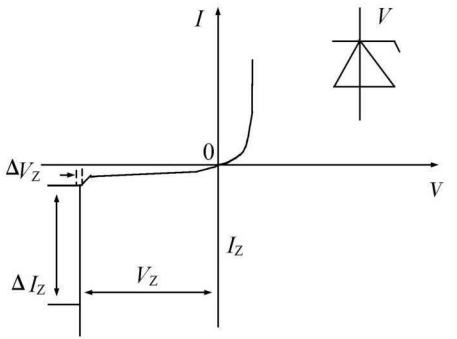

图 1-1-2
(1) 符号
(2) 稳压管的伏安特性曲线 (如图 1-1-2) 所示